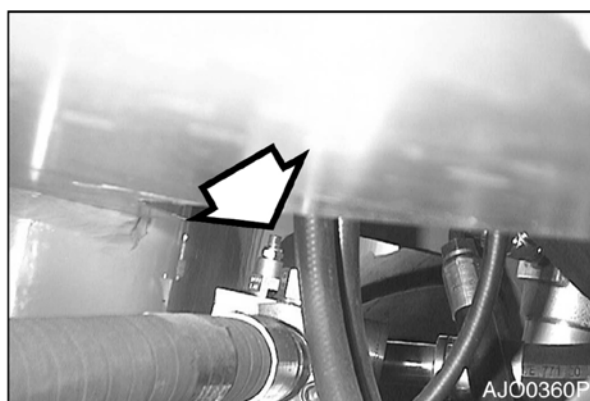

Рис. 95
3. Отрегулируйте винт на картридже разгрузки, рис. 95.